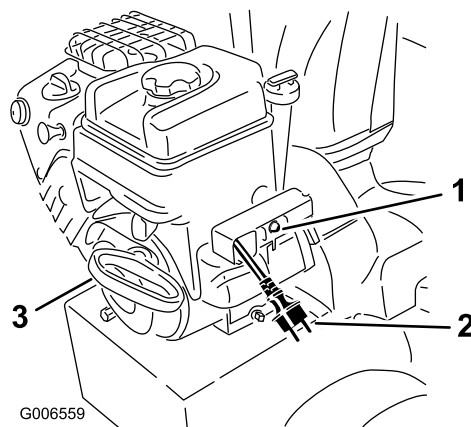

Рисунок 32
7. Запустите снегоочиститель, потянув за шнур механического стартера или нажав на кнопку электрического стартера (все модели, кроме 38597) (Рисунок 32).